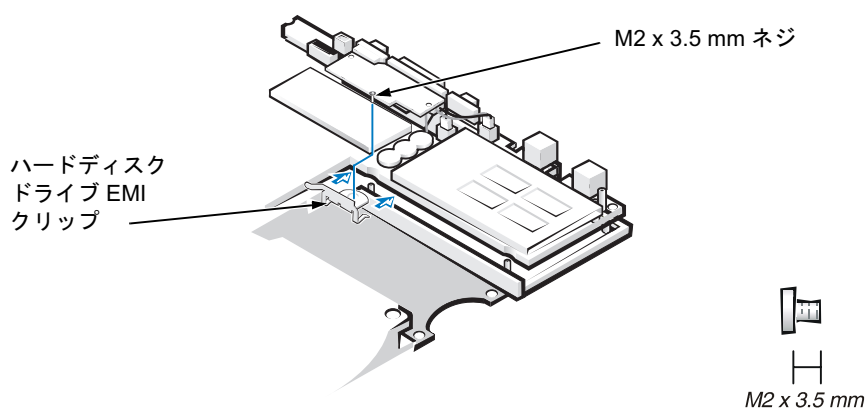

図 23 ハードディスクドライブ
2. システム基板アセンブリに新しいハードディスクドライブ EMI クリップを置きます (図 23 参照)。
M2 x 3.5 mm ネジの一つは、ハードディスクドライブ **EMI** クリップを通します (図 23 参照)。